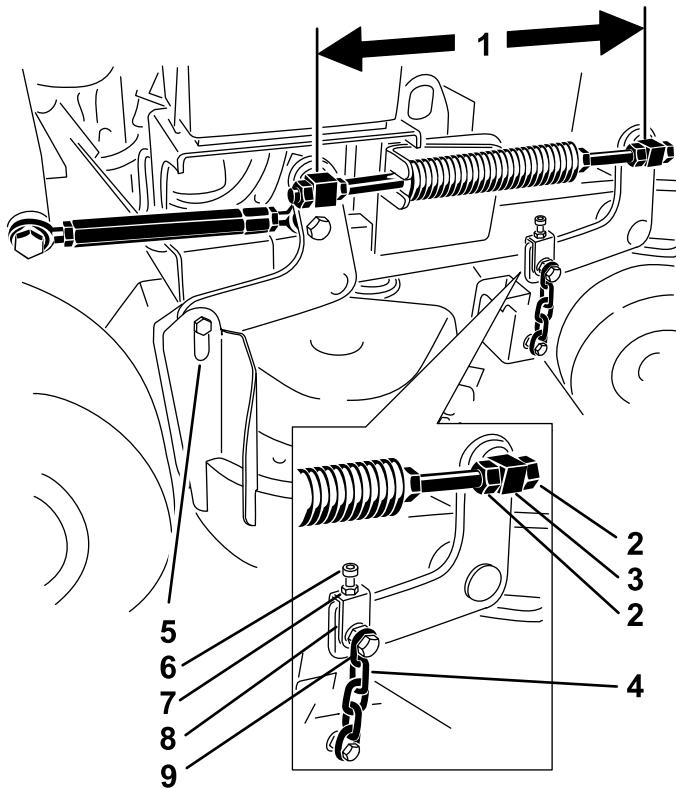

Figura 78
il centro delle parti girevoli (distanza da centro a centro) su ogni asta filettata (Figura 78).
2. Allentate i controdadi nella parte girevole **anteriore** (Figura 78).
4. Serrate i controdadi sulla parte girevole **anteriore** (Figura 78).
6. Serrate i controdadi sulla parte girevole anteriore destra e sinistra (Figura 78).
4. Allentate i controdadi sulla parte girevole anteriore sinistra (Figura 78).
6. Serrate i controdadi sulla parte girevole anteriore sinistra (Figura 78).
4. Allentate i controdadi sulla parte girevole anteriore destra e sinistra (Figura 78).
5. Allentate i bulloni superiori della catena (Figura 78).
6. Allentate i controdadi su ciascuna forcella (Figura 78).
8. Serrate i controdadi e i bulloni superiori della catena (Figura 78).